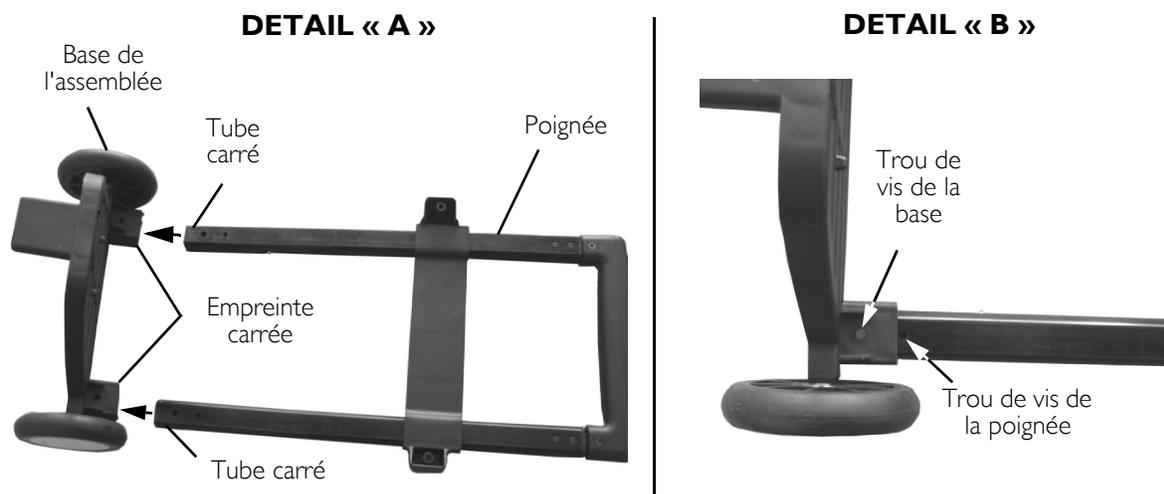

FIGURE 1 Insertion de la poignée dans la base
2. Insérez les tubes carrés de la poignée dans les empreintes carrées de la base. Voir FIGURE 1 (Detail « A »).
3. Ajustez la poignée et la base jusqu'à ce que les trous de vis soient directement alignés. Voir FIGURE 1 (Detail « B »).